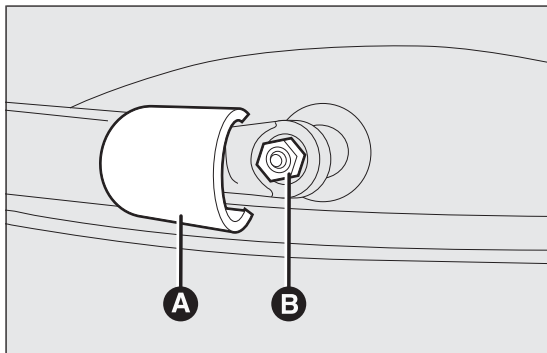

РИС. 159
- поднять крышку А РИС. 159 и снять рычаг с автомобиля, раскрутив гайку В РИС. 159, которая удерживает его на стержне вращения;